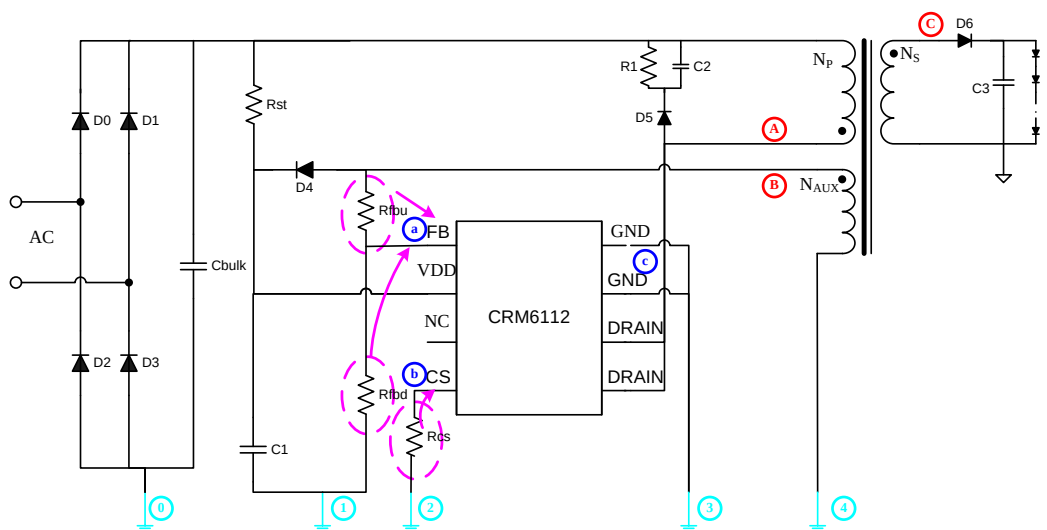

图 5 PCB 布局说明
结合图 5 说明 PCB 布版注意事项：
- ✧ 芯片的干扰源主要有图 5 中红色 A、B、C 三处，即 MOS 管漏极、VDD 供电二极管正极和输出整流二极管正极与变压器线包；
- ✧ 芯片的敏感源主要有图 5 中蓝色 a、b、c 三处，即芯片的 FB 管脚，CS 管脚和 GND 管脚；
- ✧ PCB 地线采用“一点接地”的布局，即图 5 中的蓝色 1、2、3、4 四个地分头接到母线电容 Cbulk 的地 0，参考图 6 左侧示意图；如 PCB 空间限制，可以参考图 6 右侧示意图；